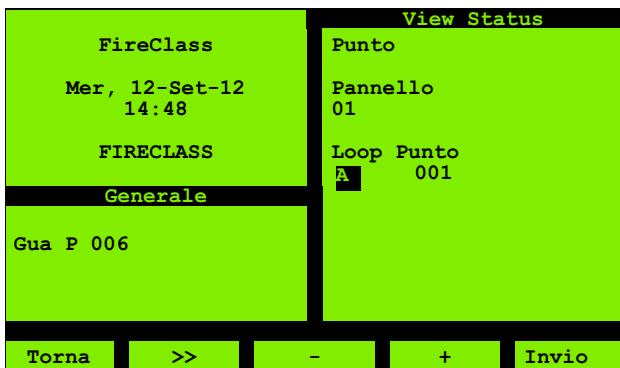

Fig. 11: Visualizzazione dello stato del loop evidenziato
- 4 Premere il tasto **1** per visualizzare la schermata successiva: Nella fig. 11 l'impostazione del loop è evidenziata.